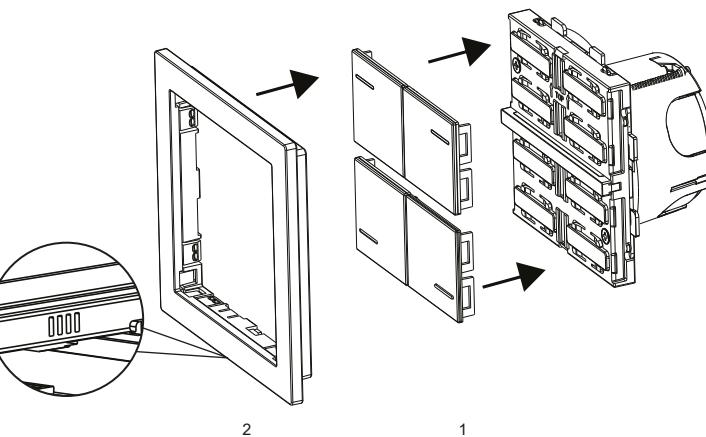

Fig. 1 / Abb. 1
**Montaggio tasti Fig. 1**
**Buttons assembly Fig. 1**
**Anordnung der Tasten Abb. 1**